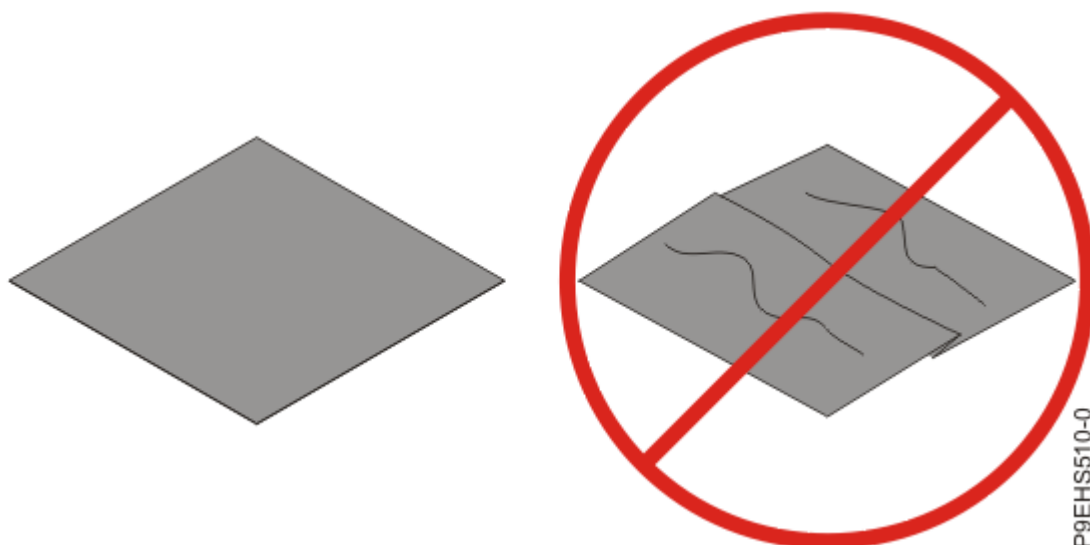

Figura 26. Inspección del material de interfaz térmica
- 4. Inspeccione el material de interfaz térmica (TIM) en busca de signos de daños visibles, como se muestra en la Figura 26 en la página 29.